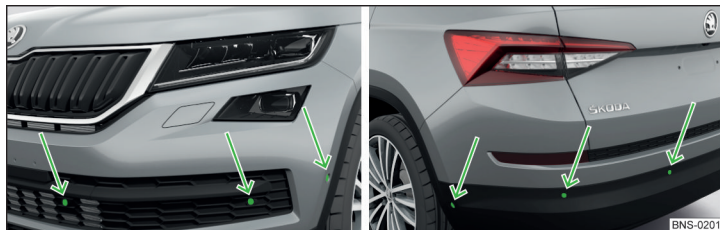

Fig. 267 Locul de amplasare al senzorilor de pe partea stângă a autovehiculului: față/spate
- Mențineți senzorii sistemului » **fig. 267 la pagina 229** curați, fără zăpadă sau gheață și nu îi acoperiți cu niciun fel de obiecte, pentru a nu limita funcționarea sistemului.
Sistemul calculează cu ajutorul undelor de ultrasunet distanța dintre bara de protecție și un obstacol. Senzorii cu ultrasunet se găsesc în bara de protecție spate, respectiv și în bara de protecție față, în funcție de dotarea autovehiculului » fig. 267.